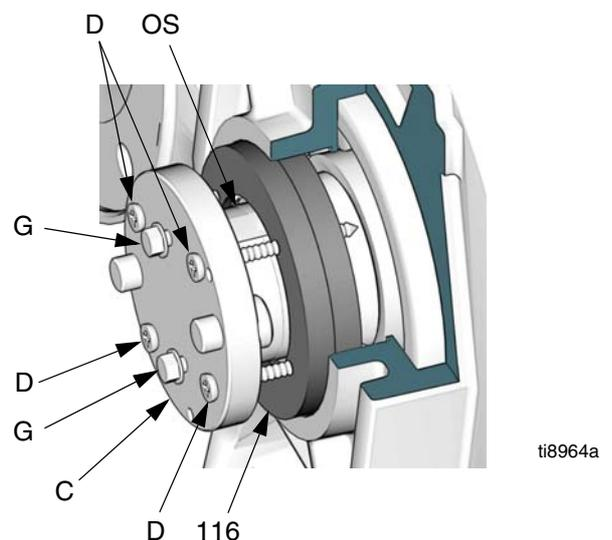

ABB. 25. Entfernen der Ausgangswellendichtungen
7. Klebeband über die Keilnut der Eingangswelle kleben, damit die neue Dichtung nicht beschädigt werden kann. Den Hohlraum der Eingangswellendichtung mit Schmiermittel Nr. 107411 füllen. Die Eingangsdichtung (109) so installieren, dass die Lippe einwärts gerichtet wird, bis die Dichtung mit der Schulter des Vorgelegegehäuses in Kontakt gelangt. Entfernen Sie das Band.
8. Die enthaltene Dichtung an der Ölablassschraube (118) installieren und die Schraube in das Vorgelege schrauben. Auf 34 N•m (25 ft-lb) anziehen.
10. Die zwei Ausgangsdichtungen (116) folgendermaßen entfernen:
- a. Siehe ABB. 25. Das Werkzeug (C) auf die Ausgangswelle (OS) aufsetzen. Das Werkzeug um 90° drehen. Die zwei 13 mm-(0,5 Zoll)-Schrauben (G) installieren und anziehen, um das Werkzeug zu arretieren.
- b. Die Dichtungen (116) mit Vorbohrungen eines Durchmessers von (maximal) 3 mm (1/8 Zoll) versehen; dabei als Vorlage die Bohrungen für die Blechschrauben (D) verwenden. Die Blechschrauben (D) durch das Werkzeug hindurch in den Dichtungen (116) installieren.
- c. Die Schrauben (D) gleichmäßig anziehen, um beide Dichtungen herauszuziehen.